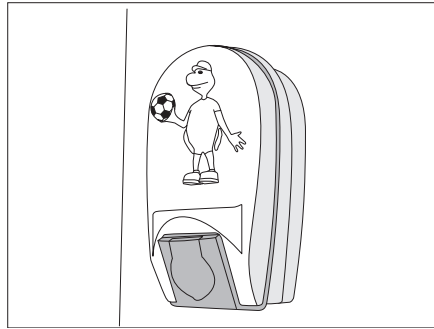

Fig. 160 Lámpara de cuna
- Apretar ligeramente la tapa de la lámpara de cuna (Fig. 160) y quitarla.